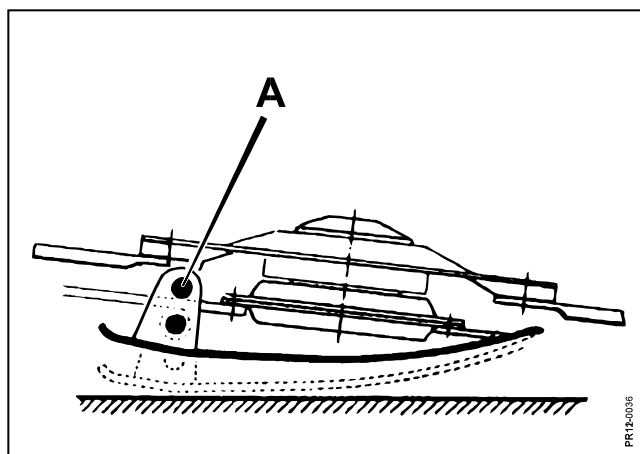

Fig. 3-5
- Fig. 3-5** 2) Régler la hauteur de coupe au moyen des patins et en inclinant la barre de coupe.
(Fig. 3-5).